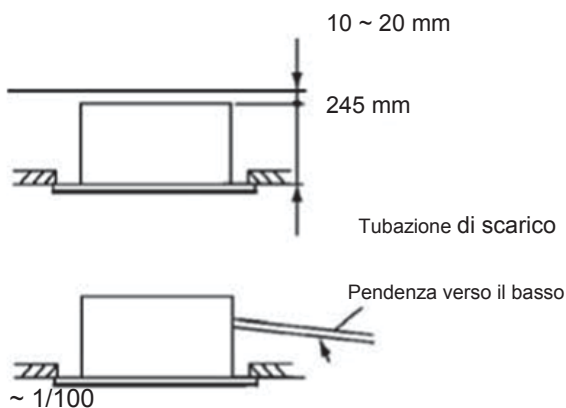

Fig. 4.2 Ubicazione di installazione dell'unità interna
- Tagliare l'area per l'unità interna nel controsoffitto e installare bulloni di sospensione, come mostrato in Fig. 4.2.